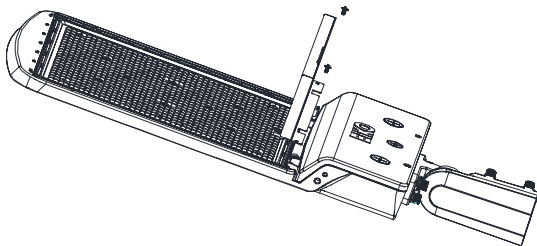

Figure 1
- 1** Aligner l'écran avant/arrière avec le trou de montage du luminaire. (Figure 1)